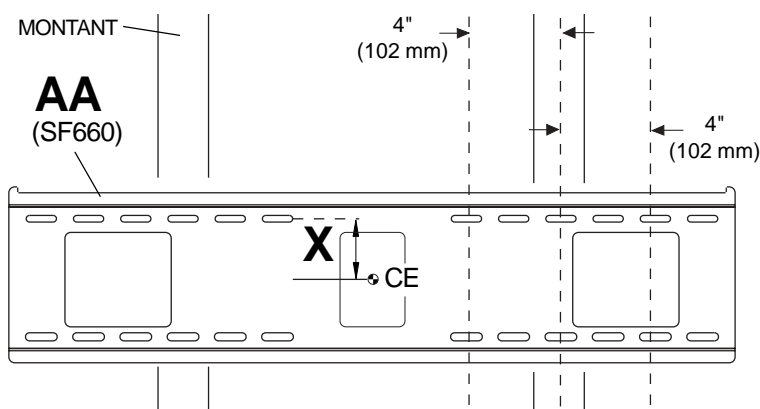
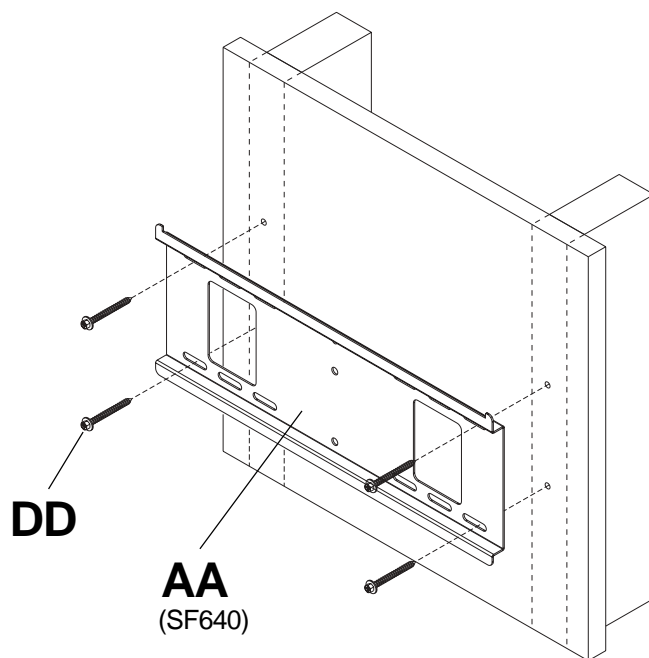

fig. 1.1
fig. 1.2
- 1** La plaque murale (**AA**) peut être montée sur deux montants espacés de 40 cm (16 po). Utilisez un localisateur de montants pour repérer les bords des montants. L'usage d'un localisateur bord à bord est fortement conseillé. En fonction de leurs bords, tracez une ligne verticale le long du centre de chaque montant. Utilisez la plaque murale comme gabarit et placez-la sur le mur. Les fentes de montage supérieures doivent être situées au-dessus du centre de l'écran, comme indiqué par la dimension **X** sur la figure 1.1 et le tableau ci-dessous. Mettez la plaque de niveau et marquez le centre des quatre trous de montage. Assurez-vous que les trous de montage se trouvent sur les axes des montants. Percez quatre trous de 0,4 cm (5/32 po) de diamètre et de 6,5 cm (2 1/2 po) de profondeur. Assurez-vous que la plaque murale est de niveau, fixez-la à l'aide de quatre vis à bois n° 14 x 2,5 po (**DD**), comme illustré à la figure 1.2.
**REMARQUE :** La plaque murale peut être décentrée d'un maximum de 10,2 cm (4 po), comme illustré à la figure 1.1.
- 1** Assurez-vous que la plaque murale (AA) est de niveau, utilisez-la comme gabarit pour marquer les quatre trous de montage. Les fentes de montage supérieures doivent se trouver au-dessus du centre de l'écran, comme illustré par la dimension X ou X2 sur la figure 1.1 et 1.3 et les tableaux des pages 4 et 5. Percez quatre trous de 0,6 cm (1/4 po) de diamètre à une profondeur minimum de 6,4 cm (2,5 po). Insérez les ancrages (EE) dans les trous au ras du mur, comme illustré (à droite). Placez la plaque murale sur les ancrages et fixez avec des vis n° 14 x 2,5 po (DD). Mettez-la de niveau, puis serrez toutes les fixations. **REMARQUE :** Pour un matériel pesant plus de 91 kg (200 lb), le montage de la plaque murale exige six trous et six jeux de fixations.